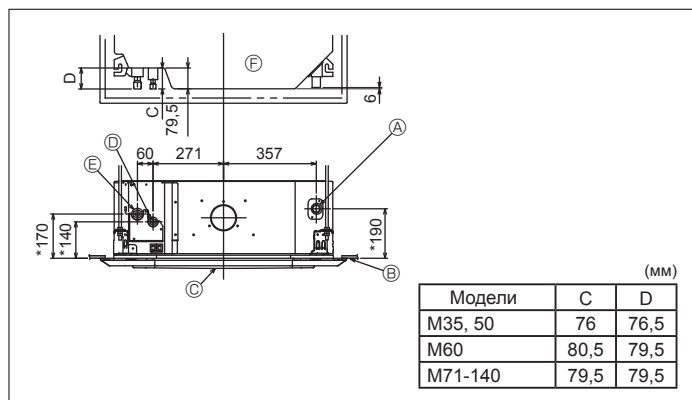

Fig. 3-3
3.3. Расположение труб хладагента и дренажных труб для внутреннего блока (Fig. 3-3)